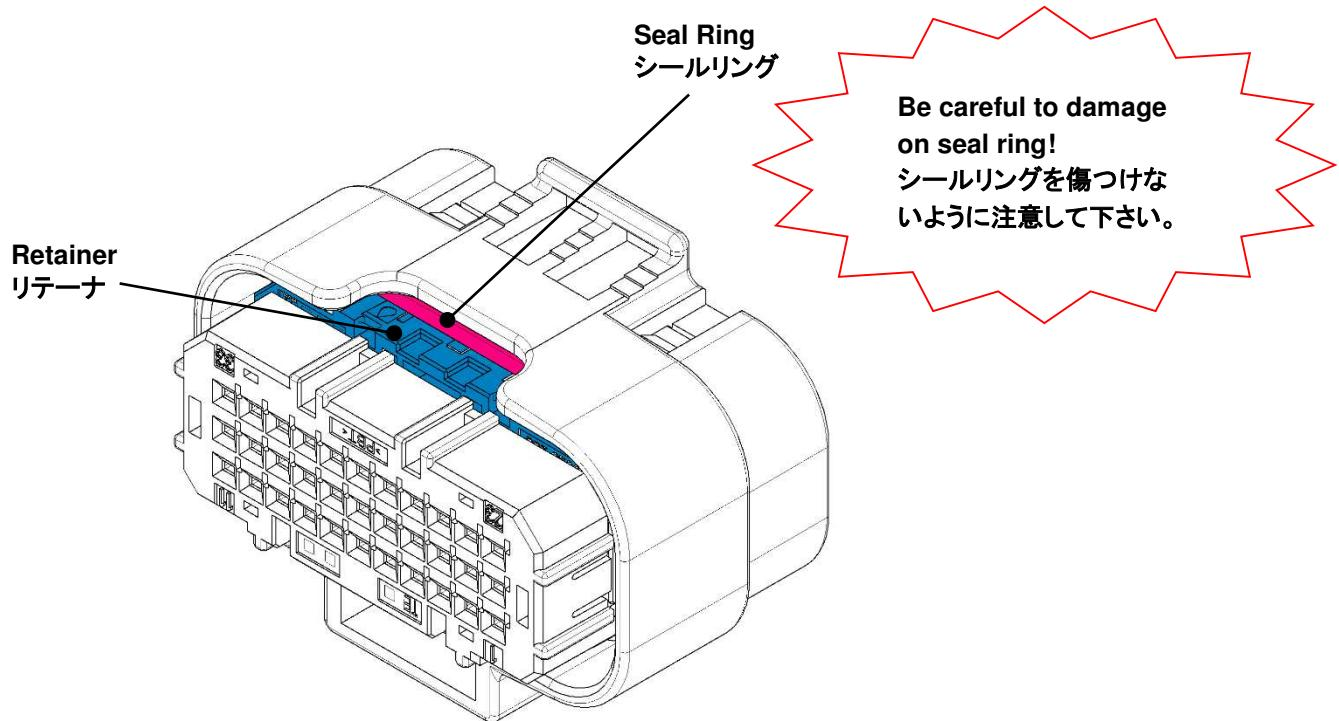

Fig.14
**NOTE** Be careful to damage on seal ring when use a tool to push the retainer (See Fig.14).
**注意** 治具等を使用して押し込む際は、シールリングを絶対に傷つけないよう注意して下さい。(図 14 参照)